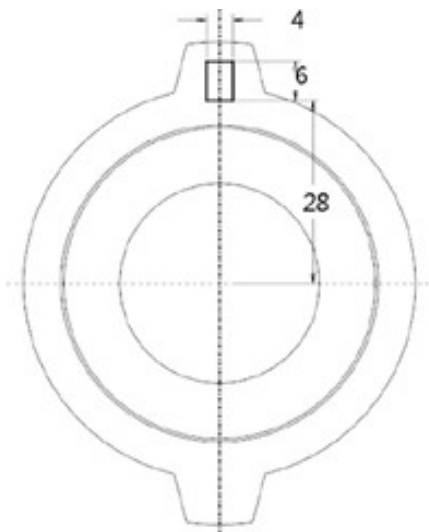

图4-16 绘制矩形截面
Step 41 绘制一个矩形截面，并将矩形的两条竖直边关于 Y 轴对称，如图4-16所示。